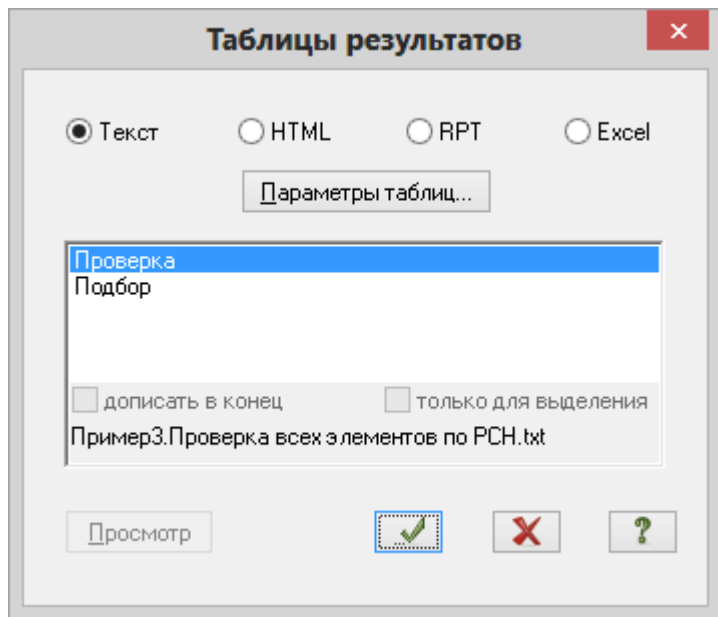

Рис.3.34. Диалоговое окно **Таблицы результатов**
- Вызовите диалоговое окно **Таблицы результатов** (рис.3.34), выбрав команду  – **Таблицы результатов для стали** в раскрывающемся списке **Документация** (панель **Таблицы** на вкладке **Конструирование**).